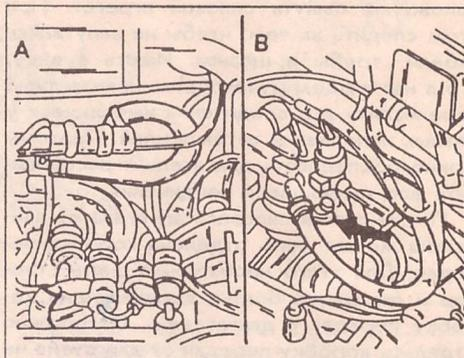

Рис. 6. Способы соединения шланга возврата топлива. Вид "А" — двигатель без турбонаддува. Вид "В" с турбонаддувом.
- У двигателя с турбонаддувом или системой многопозиционного впрыска отсоединить шланг возврата топлива у смесителя топлива. Предварительно снять давление в системе, осторожно отвернув соединение. Таким образом исключается разбрызгивание топлива под давлением при снятии шланга. На рис. 6 показано соединение топливного шланга у двигателя с карбюратором и у двигателя с турбонаддувом.